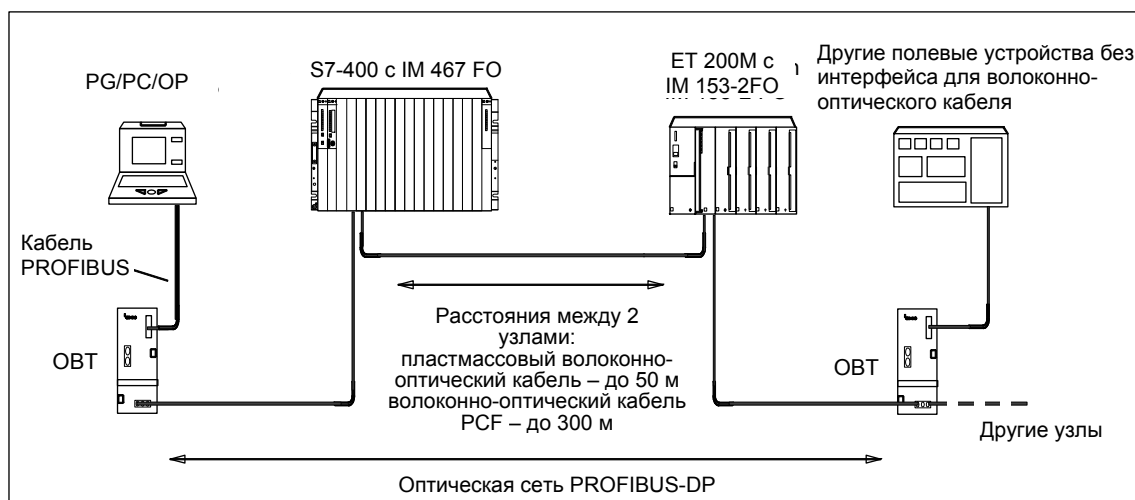

Рис. 5–13. Оптическая сеть PROFIBUS-DP с узлами, имеющими встроенный интерфейс для ВОК
Через оптический терминал шины PROFIBUS (Optical Bus Terminal, OBT) (6GK1 500–3AA00) можно в каждом случае подключить к оптической сети PROFIBUS-DP один узел PROFIBUS без встроенного интерфейса для ВОК (напр., устройства программирования (PG) или панели оператора (OP), см. рис. 5–13).